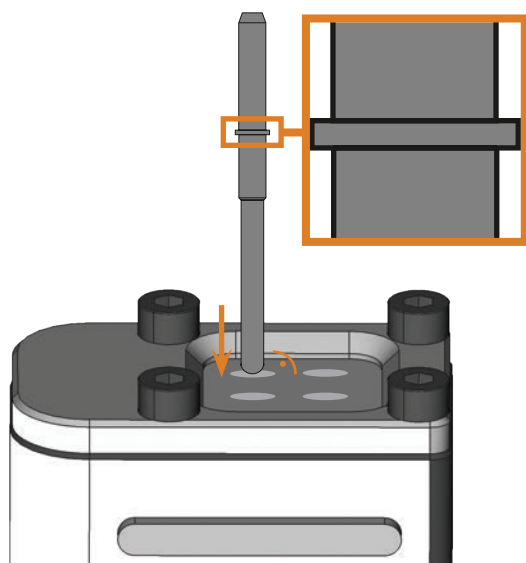

FIG. 17: INSERCIÓN DE LA HERRAMIENTA RECTA EN LA POSICIÓN DE HERRAMIENTA; ANILLO DE LA HERRAMIENTA AMPLIADO
- Inserte las herramientas rectas en las posiciones de herramientas y presiónelas hacia dentro hasta que el anillo quede sobre la goma (↗ Fig. 17).